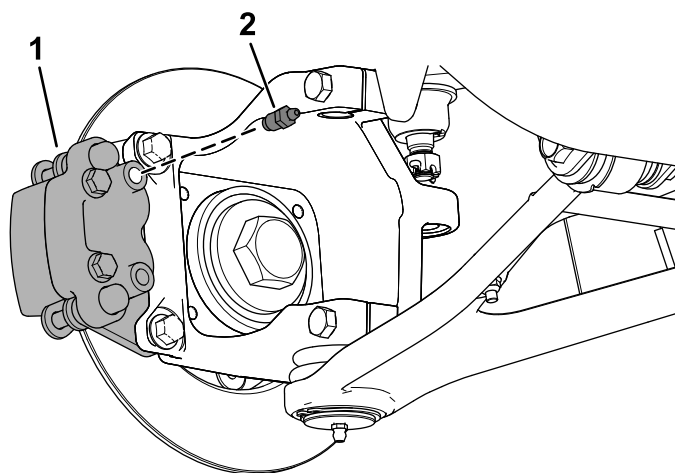

**Рисунок 9**
5. Установите новый узел суппорта тормоза на поворотные кулаки рулевого управления и задние мосты, используя два ранее снятых болта с фланцевыми головками (3/8 x 1 дюйм), как показано на Рисунок 9.